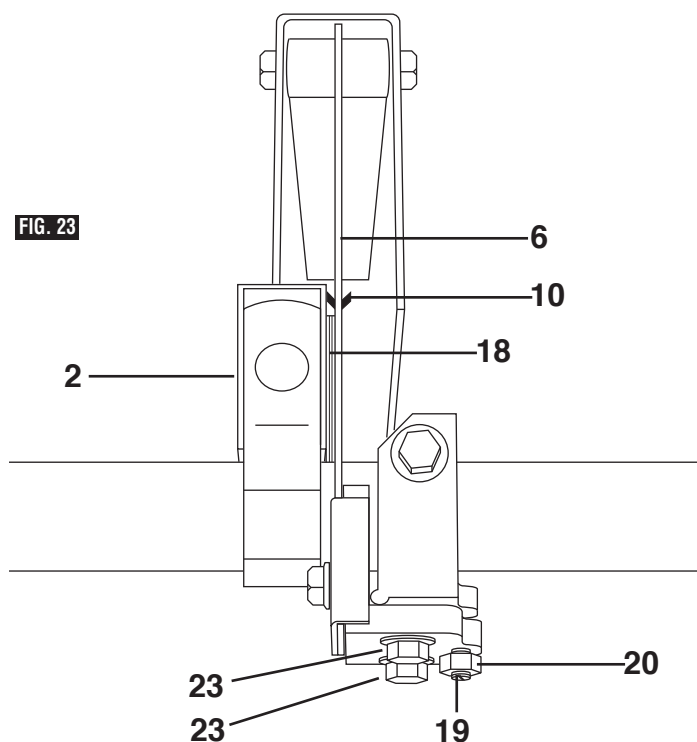

FIG. 23
4. Loosen hex nut **20** and back out set screw **19** three turns with a flat tip screwdriver. Loosen flanged hex bolts **23** three turns with the 10 mm open end wrench (Fig. 23).
6. Place rip fence **2** on table and CAREFULLY move fence **2** against the blade so that it is parallel to the blade, and just touches tips of saw teeth **10**. The guard and ANTICKICKBACK PAWL of the Spreader Assembly have to be lifted and rested on top of the rip fence in order to bring the fence in contact with the blade. Lock fence **2** and make sure the blade at front and back is still touching the fence (Fig. 23).
8. Insert folded paper **18** between SPREADER and FENCE. Hold spreader **6** by hand firmly against fence **2** while finger tightening the hex bolts **23** then lightly tighten the set screw **19** (Fig. 23).
4. Desserrez l'écrou hexagonal **20** et dévissez la vis de réglage **19** de trois tours avec un tournevis à lame plate. Desserrez les boulons hexagonaux à collerette **23** de trois tours avec la clé plate de 10 mm (Fig. 23).
6. Placez le guide de refente **2** sur la table et amenez-le avec PRÉCAUTION contre la lame de sorte qu'il soit parallèle à celle-ci et qu'il touche tout juste les pointes des dents de la scie **10**. Il est nécessaire de soulever le capot et les TAQUETS ANTI-REBONDS de l'ensemble du séparateur et de les laisser reposer sur le guide de refente pour pouvoir amener celui-ci contre la lame. Bloquez le guide **2** et assurez-vous que la lame touche toujours le guide à l'avant comme à l'arrière (Fig. 23).
8. Enfoncez le papier plié **18** entre le SÉPARATEUR et le GUIDE. Appuyez fermement le séparateur **6** à la main contre le guide **2** tout en serrant les boulons à tête hexagonale **23** avec les doigts, puis serrez légèrement la vis de réglage **19** (Fig. 23).
4. Afloje la tuerca hexagonal **20** y saque el tornillo de ajuste **19** tres vueltas con un destornillador de punta plana. Afloje los pernos de cabeza hexagonal con pestaña **23** tres vueltas con la llave de boca de 10 mm (Fig. 23).
6. Coloque el tope-guía para cortar al hilo **2** sobre la mesa y mueva cuidadosamente el tope-guía **2** contra la hoja de manera que esté paralelo a la hoja y justo toque las puntas de los dientes de la sierra **10**. El protector y el TRINQUETE ANTIRRETROCESO del ensamblaje del separador tienen que ser levantados y apoyados sobre la parte superior del tope-guía para cortar al hilo con el fin de poner dicho tope-guía en contacto con la hoja. Fije el tope-guía **2** y asegúrese de que la hoja en la parte delantera y en la parte trasera aún esté tocando el tope-guía (Fig. 23).
8. Introduzca el papel doblado **18** entre el SEPARADOR y el TOPE-GUÍA. Sujete firmemente el separador **6** a mano contra el tope-guía **2** a la vez que aprieta con los dedos los pernos de cabeza hexagonal **23** y luego apriete ligeramente el tornillo de ajuste **19** (Fig. 23).
1. Levez la poignée **1** du guide de refente suivant l'illustration (fig. 23) de manière à ce que la mâchoire de serrage **2** soit suffisamment sortie pour être posée sur la table **3**.
1. Suba el mango del tope-guía para cortar al hilo **1** tal como se muestra (Fig. 23), de manera que la abrazadera de sujeción **2** quede suficientemente alejada para caber sobre la mesa **3**.